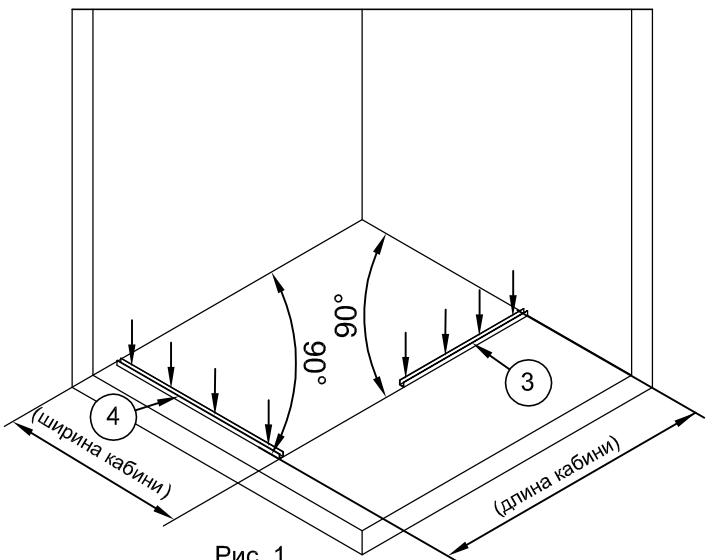

Рис. 1
Прижмите профили к стенам под прямыми углами (рис.1).
1.2. Карандашом или фломастером проведите разметку мест сверления отверстий под дюбели, используя отверстия в профилях №3 и №4 для их крепления (рис. 1).